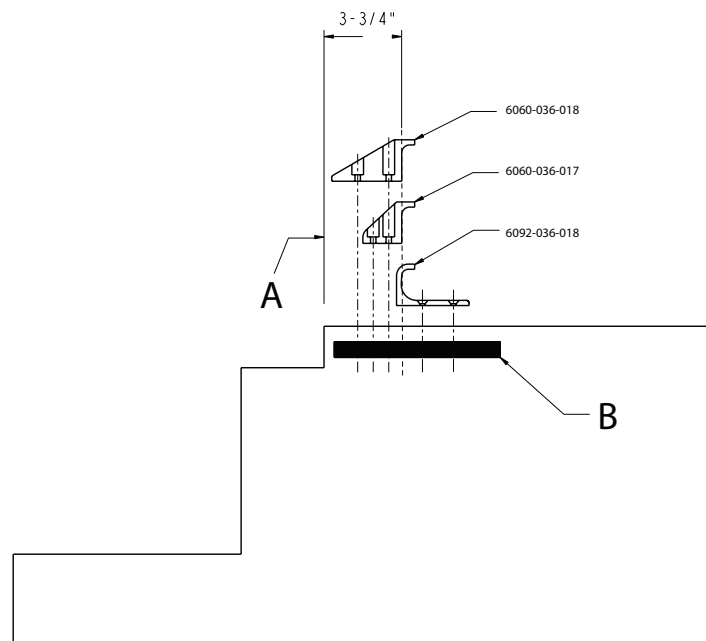

Figure 6 – Positionnement du crochet de sécurité du véhicule
2. Positionner le crochet de sécurité du véhicule à 3-3/4 po (9,5 cm) au moins du bord avant du seuil de la porte (A) (Figure 6). La distance recommandée depuis la partie avant du crochet de sécurité ne doit pas être inférieure à 3-3/4 po (9,5 cm).